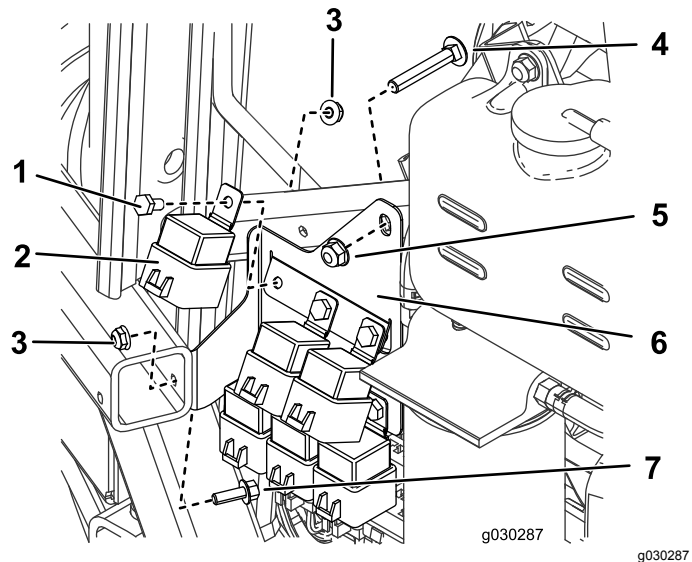

Bild 21
3. Befestigen Sie die Relaishalterung mit einer Schraube (1/4" x 3/4") und Mutter (1/4") und der gerade entfernten Schraube und Mutter an der Maschine (Bild 21).